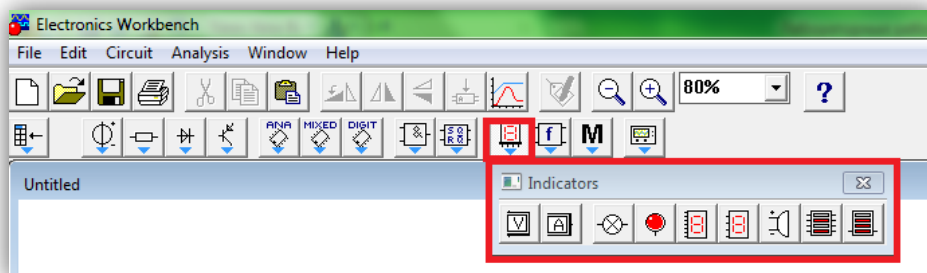

Рисунок 2 – Набор Indicators (индикаторы)
2. Из набора Indicators (индикаторы рисунок 2):